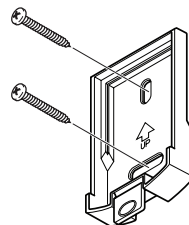

Figura 2
3. Use los dos tornillos y anclas de pared (provistos) para colocar la placa de pared sobre una superficie sólida (ver Figura 2). Asegúrese de que hay suficiente espacio vertical por encima de la placa de montaje para que la lámpara se deslice hacia abajo sobre la placa de montaje.